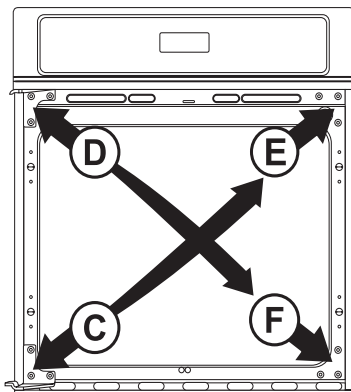

Figura 9
- 4.2.2. Quite la bisagra inferior del lado izquierdo del bastidor del horno (ver **C**, Figura 9) y colóquela en el lado superior derecho del bastidor del horno (ver **E**, Figura 9).
- 4.2.3. Quite la bisagra superior del lado izquierdo del bastidor del horno (ver **D**, Figura 9) y colóquela en el lado inferior derecho del bastidor del horno (ver **F**, Figura 9).